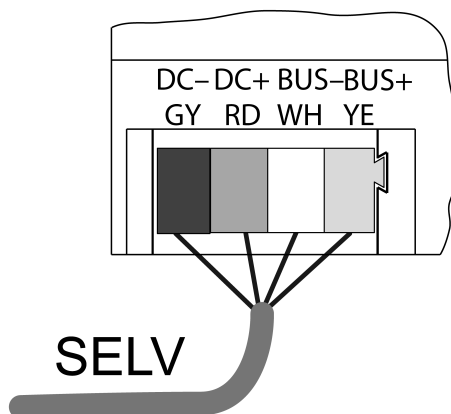

Figura 1: Schema di collegamento del cavo bus
- Connettere l'apparecchio con linea bus (Figura 1) al modulo di ricezione REG e all'alimentazione (vedere le istruzioni relative al modulo di ricezione REG e all'alimentazione).